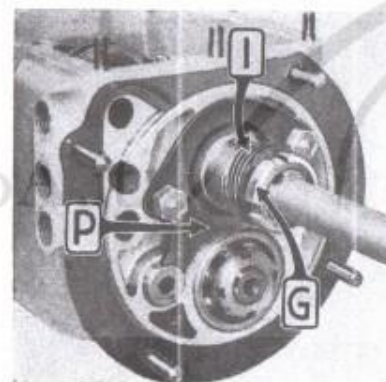

Fig. 60.
- Togliere la piastra (P, fig. 60) di ritegno del cuscinetto sull'albero principale e del perno dell'ingranaggio di retromarcia.